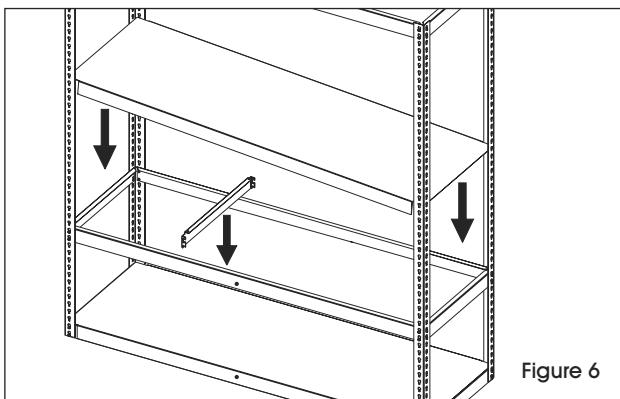

Figure 6
6. Installez des supports avant/arrière au niveau suivant voulu. Fixez le support de tablette, puis déposez la tablette en acier sur les supports de tablette. (Voir Figure 6)